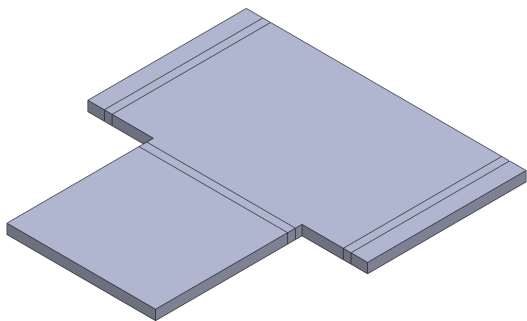

图 9-26 打开素材模型
(1) 单击常用工具栏中的【打开】按钮, 打开一幅素材模型, 如图 9-26 所示。